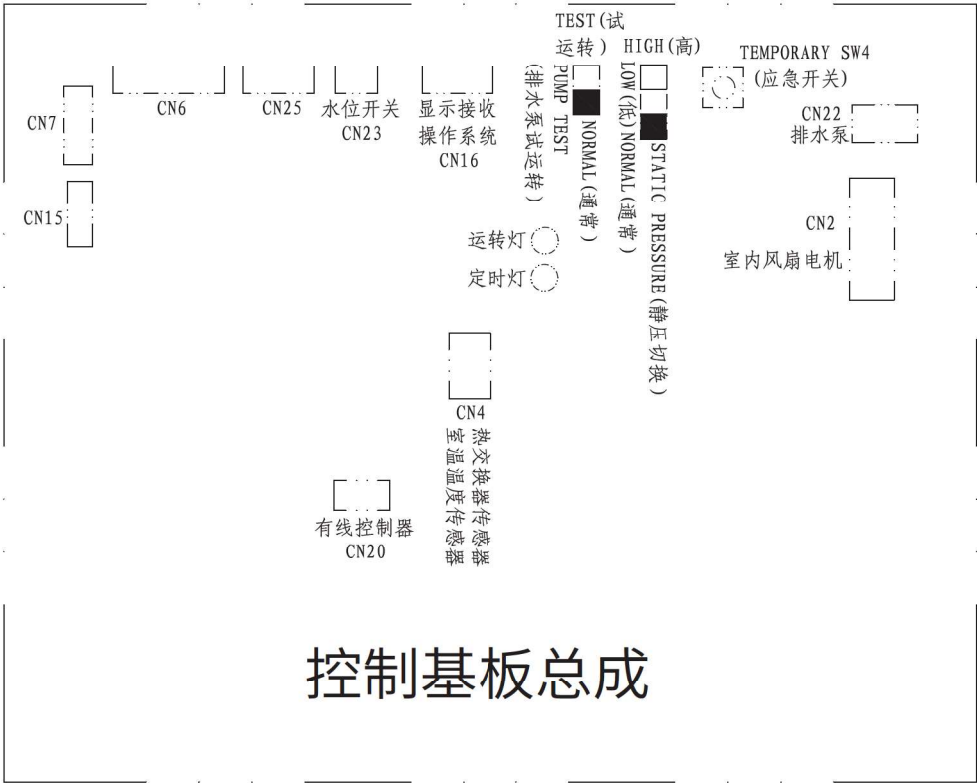

图11
(1) 安装排水管应向下倾斜，否则会导致室内机关闭时冷凝水倒流且漏入房间。
(2) 排水管不得与污水管或其它排水管相接。
(3) 当排水总管与其它室内机相连时，每一台室内机必须高于总管。根据室内机冷量大小及数量多少选择足够尺寸的排水管。
(4) 在接好电线和排水管后，按下面步骤检查确认水流通畅。
- b. 将控制基板上排水泵拨到“试运转”挡。(图11)